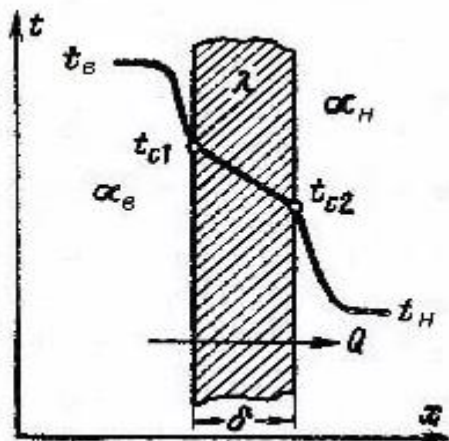

Рис. 2. Теплопередача через плоскую стенку
Стационарный процесс теплопередачи через плоскую стенку от одного теплоносителя (жидкости, газа) к другому можно представить в виде трех последовательных процессов (см. рис.2):
Т.о. в случае теплопередачи через плоскую стенку, с обеих сторон которой находится воздух, температура которого внутри помещения равна $t_{в}$, а снаружи – $t_{н}$, а соответствующие коэффициенты теплоотдачи α_1 и α_2 и температуры внутренней и наружной поверхностей стенки равны t_{c1} и t_{c2} , соответственно, при этом толщина стенки равна δ , а коэффициент теплопроводности – λ (см. рис. 2), можно записать следующее.
5. Используя полученные значения температур, строим схему теплопередачи через кирпичную стенку, аналогичную приведенной на рис. 2, откладывая в масштабе по вертикальной оси значения температур, а по горизонтальной – толщину стенки.